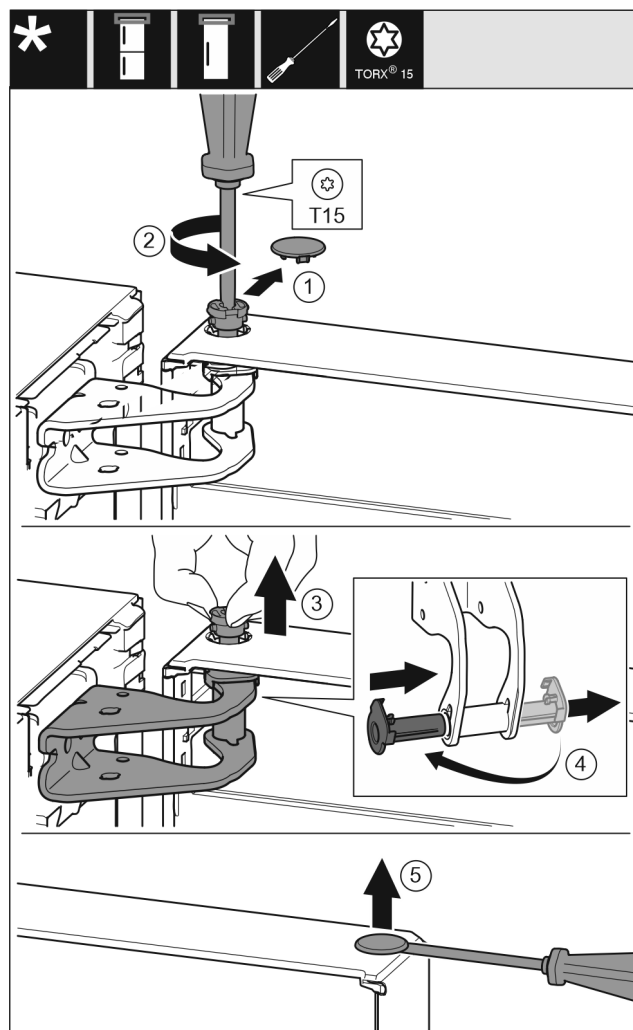

Fig. 11
- ▶ Bezpečnostní kryt opatrně stáhněte. Fig. 11 (1)
- ▶ Šroubovákem T15 o kousek vyšroubujte čep. Fig. 11 (2)
- ▶ Dveře podržte a čep vytáhněte prsty. Fig. 11 (3)
- ▶ Vytáhněte ložiskové pouzdro z vedení. Vložte z druhé strany a zaklapněte. Fig. 11 (4)
- ▶ Plochým šroubovákem opatrně nadzvedněte zátku z ložiskového pouzdra dveří a vytáhněte ji. Fig. 11 (5)